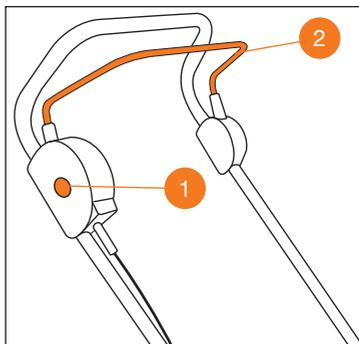

Рис. 12
2. Нажмите и удерживайте кнопку блокировки включения **1** (Рис. 12).
3. Продолжая удерживать кнопку блокировки включения **1**, прижмите клавишу включения двигателя **2** к рукоятке (Рис. 12). Двигатель заработает и нож начнёт вращение.